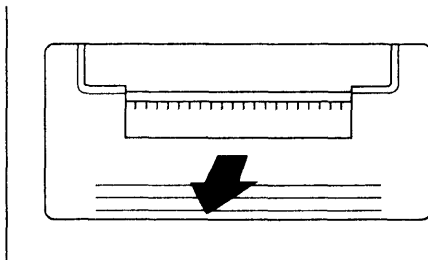

Fig. 2-4. プリンタカバーの取り外し
② Fig. 2-4. のようにプリンタカバーの矢印の部分を押して、取り外します。